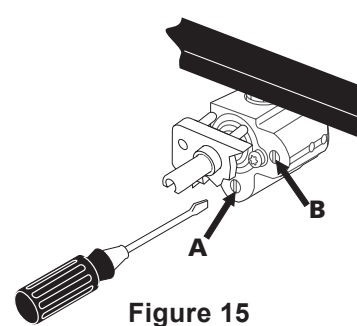

Figure 15
- La llama de la porción interior (cocción a fuego lento) del quemador doble o la llama de la porción trasera del quemador puente se puede aumentar o reducir girando el tornillo A. Use el tornillo B para ajustar el tamaño de la llama de la porción exterior del quemador doble o de la llama de la porción central del quemador puente (Figure 15). Gire el tornillo a la izquierda para aumentar el tamaño de la llama. Gire el tornillo a la derecha para reducir el tamaño de la llama. Ajuste el tamaño de la llama hasta que pueda girar la perilla rápidamente desde la posición **LITE** (encender) hasta el ajuste mínimo sin que se apague la llama.